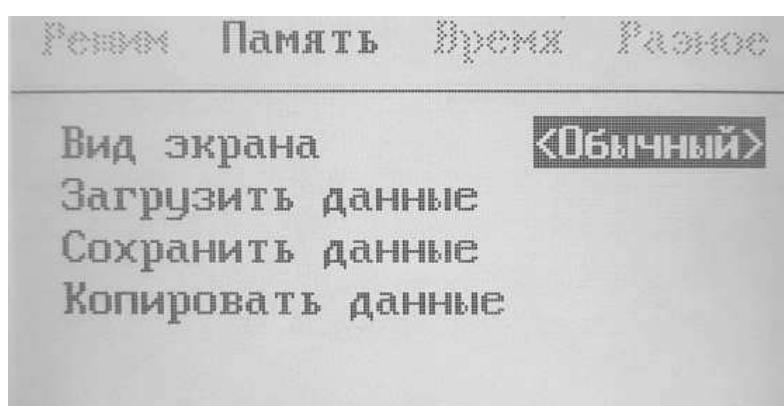

Рис. 17
- кнопками «Страница меню ▲, ▼» (7 и 8, рис. 1) активизировать в верхней строке экрана подменю «ПАМЯТЬ» (рис.17)